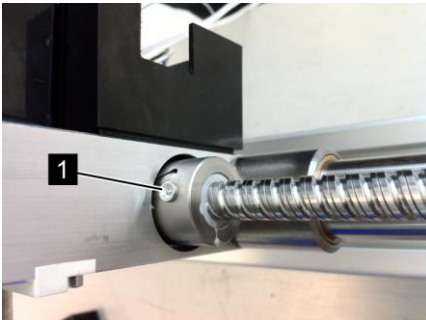

Abb. 31: Kugelumlaufspindel X-Achse
4. Fettpresse mit hellem Lagerfett auf die Fettbohrung der Kugelumlaufmutter X-Achse (Abb. 31/1) setzen.